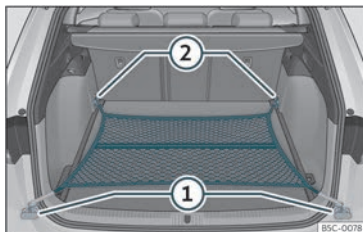

Abb. 116 Im Gepäckraum: flach eingehängtes Gepäckraumnetz.
- Hängen Sie die Haken in die Verzurrösen ① und ② »» Abb. 116 ein »» ⚠. Der Reißverschluss des Gepäckraumnetzes muss dabei nach oben zeigen.